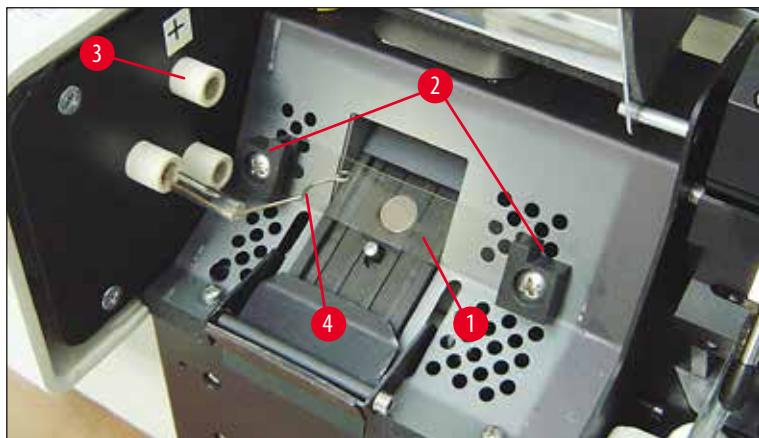

图 20
5. 确保拆除灯泡撞针 (→ "图 20-4") 的接触弹簧 (→ "图 19-2") (另请参见 (→ "图 20") 和 (→ "图 21-1"))。